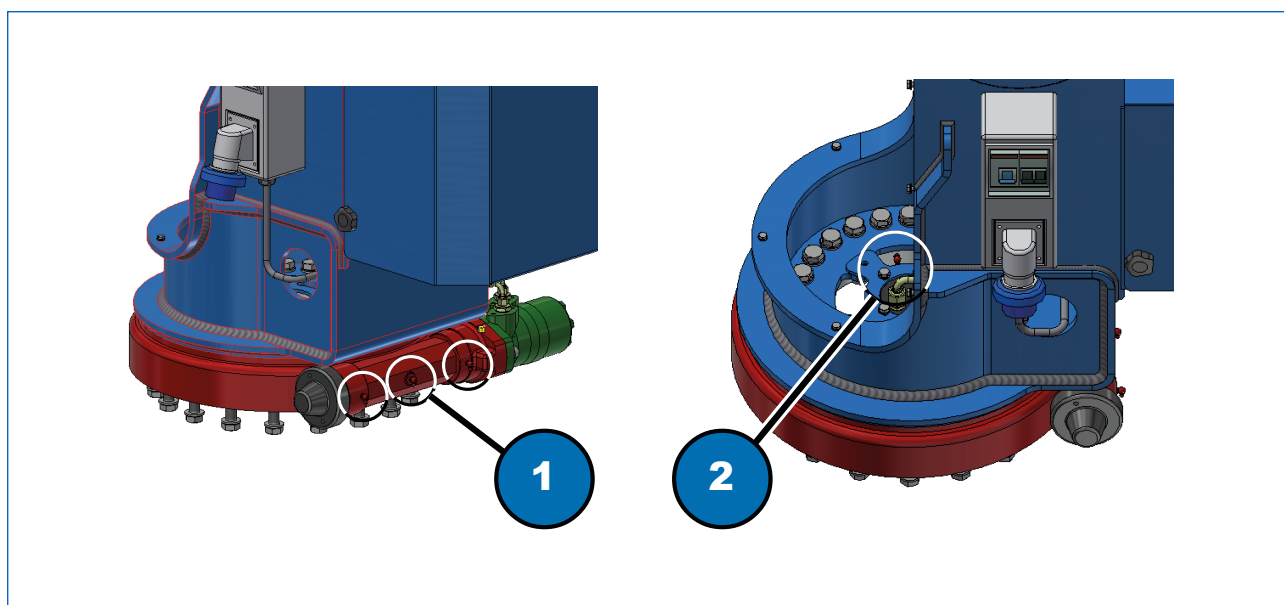

Fig. 8.9
Gli speciali blocchetti registrabili (Fig. 8.9, 1) consentono di ridurre l'attrito radente nell'estensione del braccio:
- avvitare i dadi registrabili (Fig. 8.9, 2) fino al contatto con il braccio sfilabile interno;